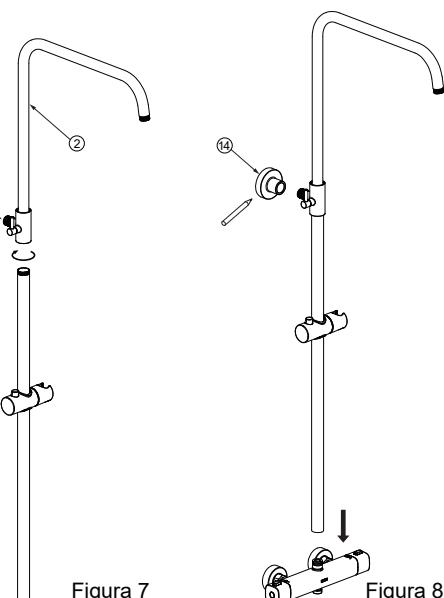

Figura 8
- c) Collegare la barra montante alla barra termostatica della doccia e segnare la posizione del connettore del tubo sulla parete (Figura 8).